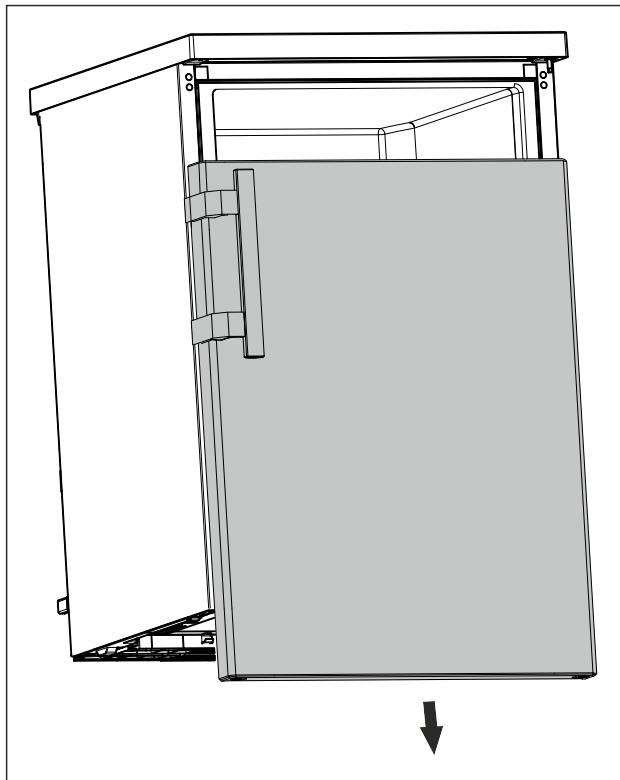

Fig. 16
- Stiahnite dvere nadol. (pozri Fig. 16)